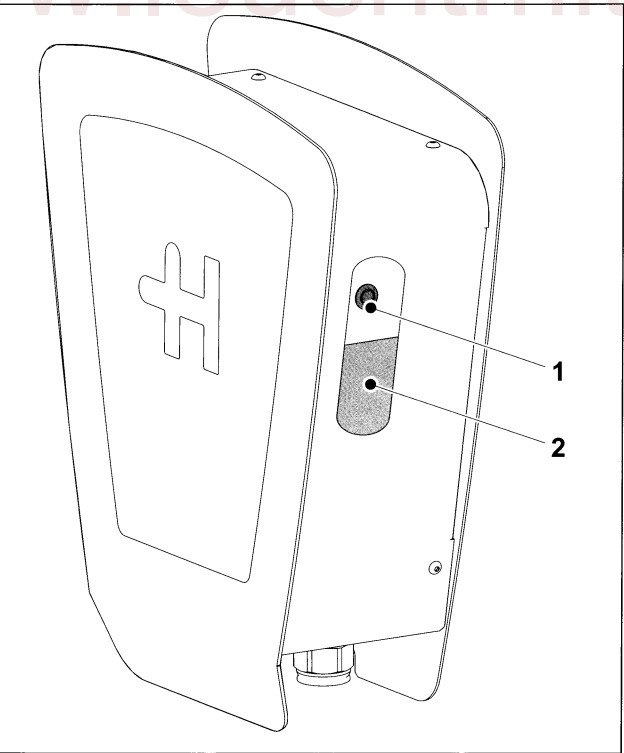

Abb. 8 Heidelberg Wallbox Home Eco
1. Stromversorgung für die Wallbox herstellen. Nachdem die Wallbox am Stromnetz angeschlossen ist, leuchtet die LED (Abb. 8/1) grün. Nach ca. 12 min in betriebsbereitem Zustand, ohne angeschlossenes Fahrzeug, geht die Wallbox in den Standby-Zustand und die LED erlischt.
Sobald das Fahrzeug den Ladevorgang anfordert, gibt die Wallbox den Ladevorgang frei und die LED (Abb. 8/1) blinkt grün.